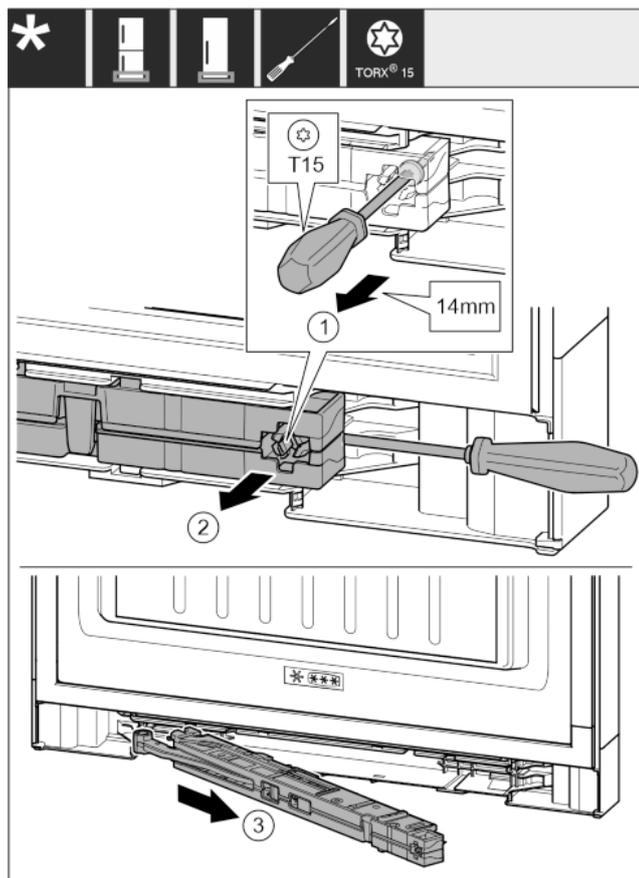

Fig. 14
- ▶ Desserrer la vis de l'amortisseur de fermeture de 14 mm lösen. *Fig. 14 (1)*
- ▶ Accéder à la partie postérieure de l'amortisseur de fermeture du côté de la poignée avec un tournevis. Tourner l'unité vers l'avant. *Fig. 14 (2)*
- ▶ Extraire l'unité. *Fig. 14 (3)*